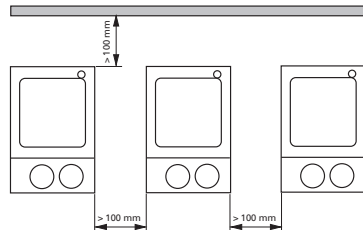

Fig. 3
- De minimumafstanden aanhouden tussen apparaten, en tussen het apparaat en de wand boven de opbouw (min. 800 mm), zie afbeelding 3.